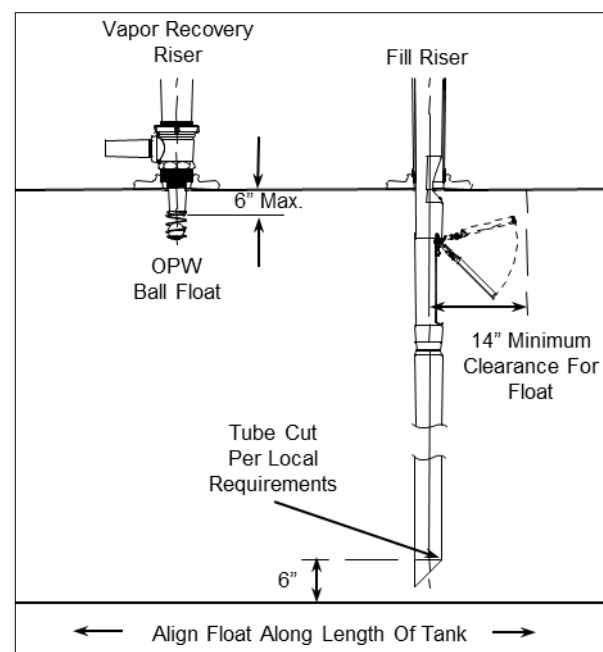

Figura 52
Midiendo desde el borde de la brida del tubo superior, marque la longitud total del tubo de caída a una distancia de (B) menos 6". Corte el exceso de tubo en un ángulo de 45 grados o según los códigos o requisitos locales y lime cualquier rebaba afilada (consulte la Figura 52).